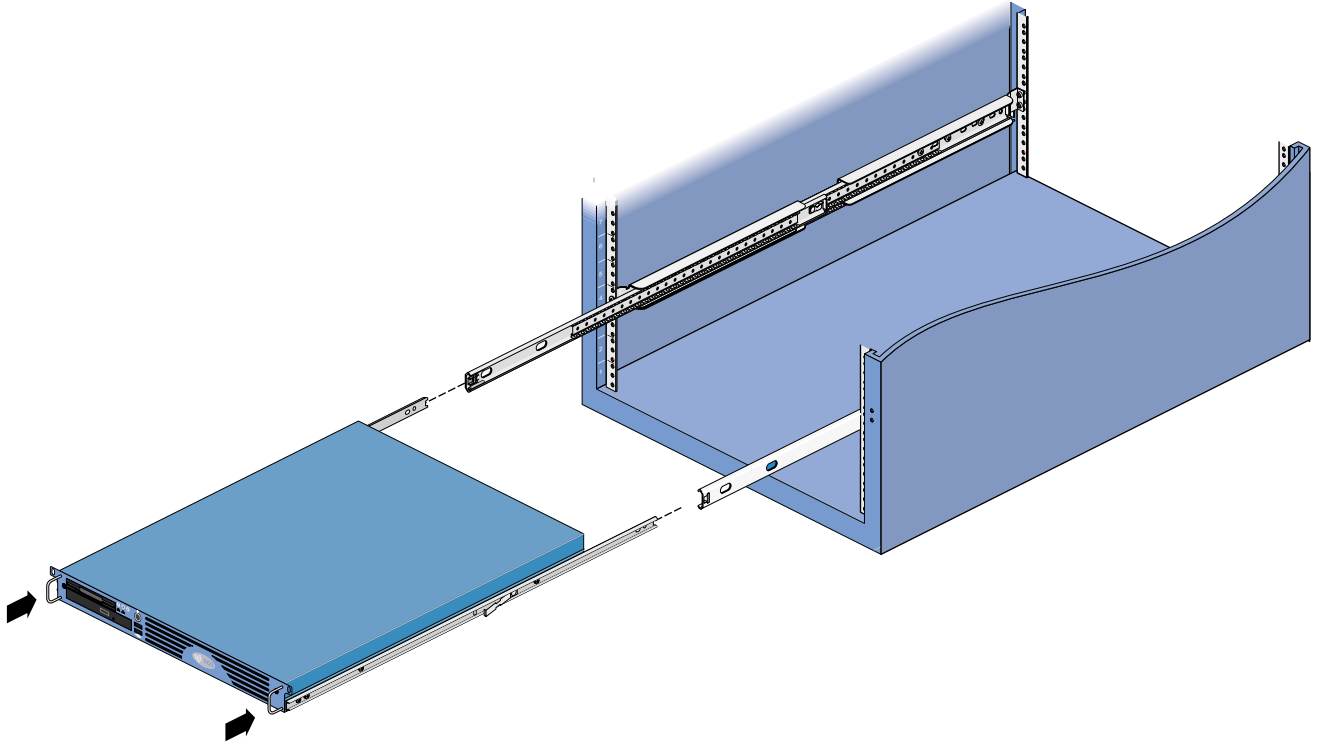

Figure 2-10 Coulissement du châssis sur les rails
2. Faites complètement glisser le châssis du serveur SGI 1100 sur les glissières allongées (voir la Figure 2-10 pour plus de détails). Les deux glissières s'enclenchent après l'insertion complète du châssis.